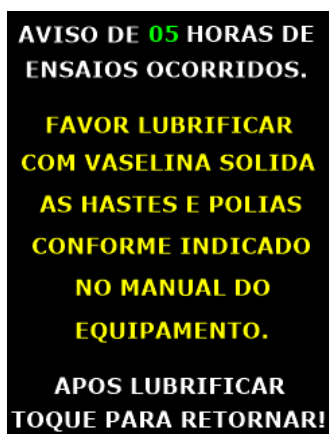
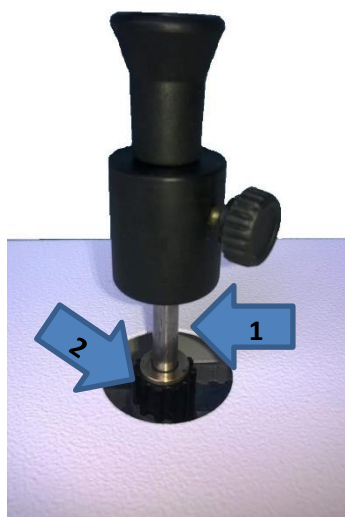

Figura 11
Figura 12
Para o correto funcionamento do equipamento faz-se necessária a lubrificação das hastes (1) e polias das hastes (2) a cada 05 horas de uso (ou a cada duas semanas se o forem executados poucos ensaios), nas regiões conforme indicado na figura 12, utilizando vaselina sólida. O equipamento avisará o operador sempre quando se passarem 05 horas de utilização em ensaios de agitação através do aviso conforme a tela da figura 11.